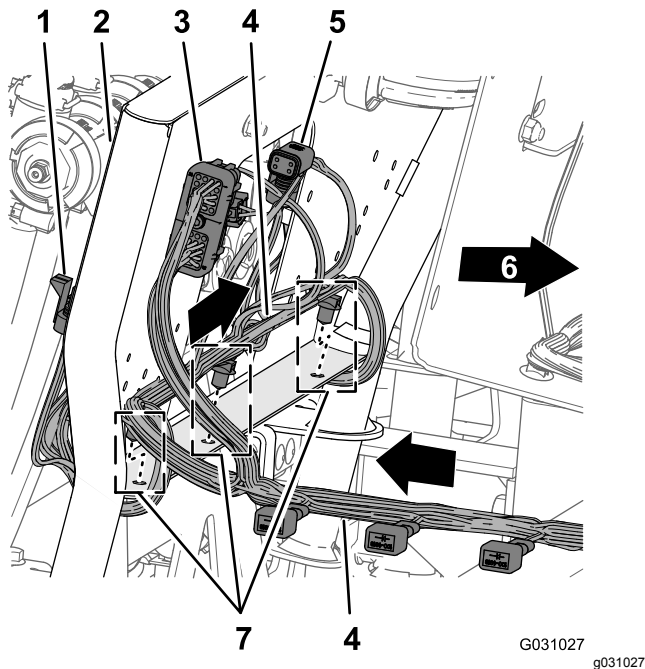

Figura 126
1. Enrute la rama de 203 cm del arnés de cables por detrás del soporte de 10 válvulas con los 10 conectores de las válvulas de boquilla hacia atrás y por debajo de las válvulas (Figura 126).
2. Introduzca los tacos con brida de la rama de 203 cm del arnés de cables en los orificios de la pestaña inferior del soporte de 10 válvulas (Figura 126).